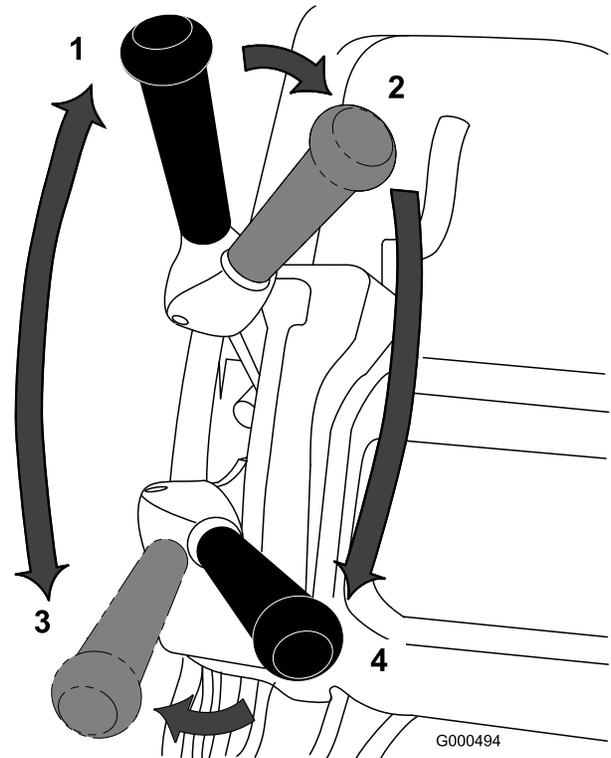

Figura 30
1. Ligue a máquina, regule o controlo de velocidade para a posição Zero, empurre a pega para baixo para elevar a unidade de corte, pressione o controlo de presença do operador, mova a alavanca de tracção para a posição de engate (Figura 30) e aumente, gradualmente, a
3. Desengate a alavanca de tracção e, em seguida, mova-a para a esquerda e para a frente, engatando a tracção e transmissão do cilindro (Figura 30).